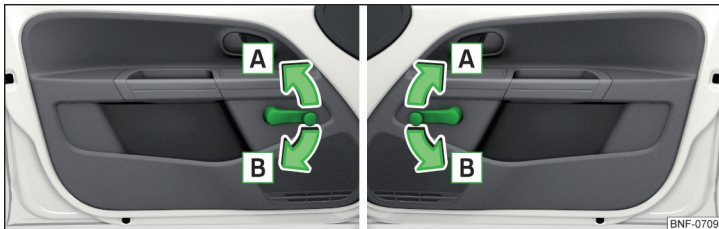

Bild 33 Manövrering av fönster: vänster/höger
- » Öppna genom att vrida veven i pilriktningen **A** » bild 33.